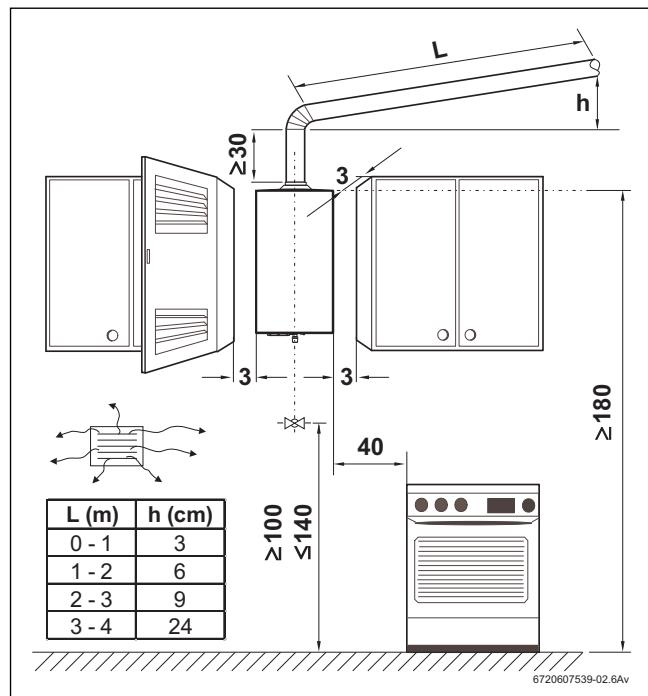

Fig. 6 Separaciones mínimas (en cm)
- Asegurar la accesibilidad en los trabajos de mantenimiento respetando las separaciones mínimas indicadas en la Fig. 6 .